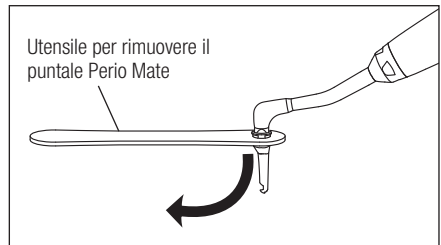

Fig. 7
- 5) Dopo il trattamento, rimuovere il beccuccio dal manipo- lo utilizzando l'apposito strumento e procedere allo smaltimento. (Fig. 7)